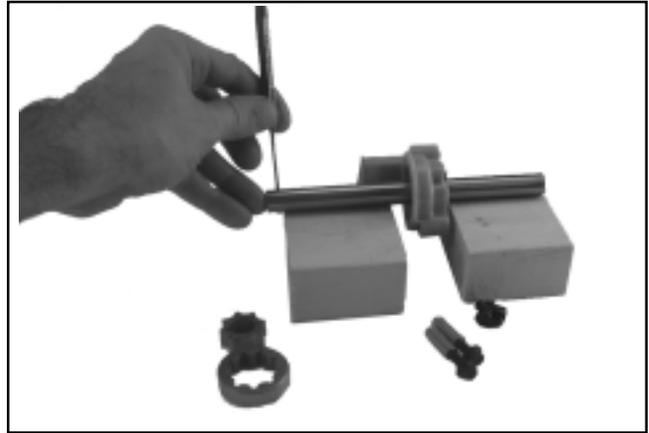

Figura 8-43. Separazione del gruppo pompa dell'olio dall'albero a camme di aspirazione.
5. Se necessario, la pompa dell'olio può essere separata dall'albero a camme di aspirazione. Sorreggere adeguatamente l'albero ed estrarre il perno inferiore. Il gruppo pompa dell'olio può quindi essere rimosso dall'albero a camme. Vedere Figura 8-43.